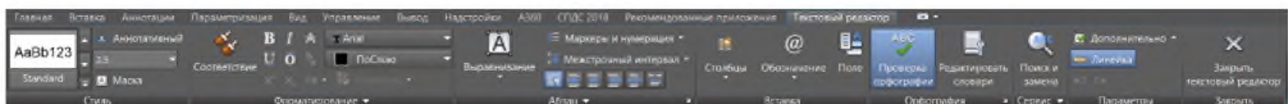

Рисунок 16 – **Текстовый редактор**
3. Після побудови області введення тексту, вводиться текст і задаються налаштування за допомогою контекстної вкладки **Текстовый редактор** (рис. 16).